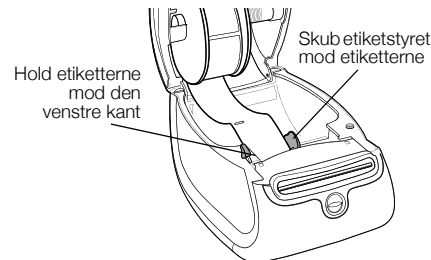

Figur 7
- 6 Indsæt etiketspolen i printerdækslets åbning, så etiketterne kommer ud fra rullens underside. Se Figur 7.